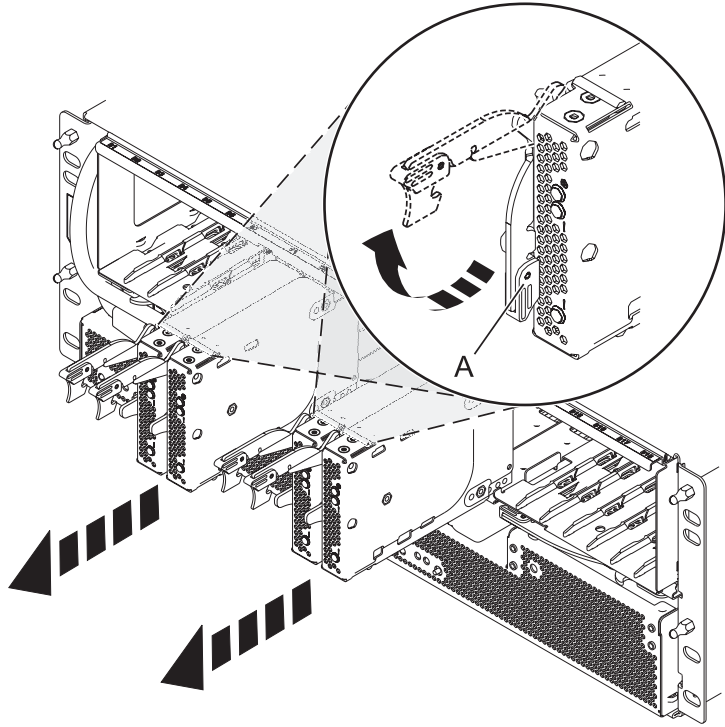

Figure 63. Retrait de la carte de port du fond de panier
5. Retirez les cartes de port et les obturateurs, comme illustré dans la figure 63, à la page 83.